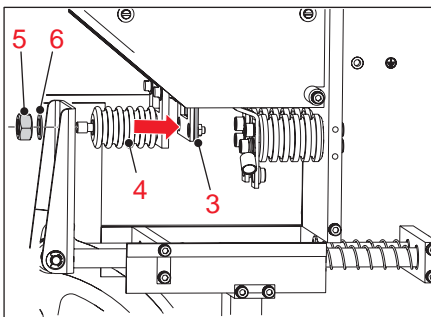
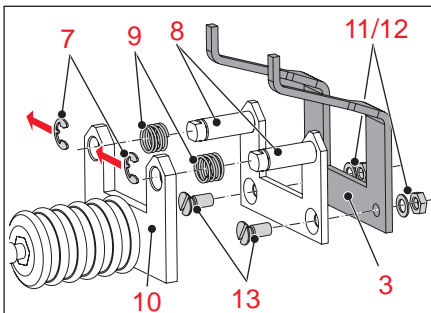

Bild 16
Bild 17
Für eine bessere Zugänglichkeit wird die Hauptkontaktbrücke (3) zusammen mit dem Isolator (4) als komplette Einheit ausgebaut, siehe **Bild 16**.
4. Mutter M8 (5) am Querträger-Antrieb lösen und zusammen mit Sicherungsscheibe (6) abnehmen.
6. Die Sicherungsringe (7) seitlich von den Kontaktwellen (8) abziehen, siehe **Bild 17**.
7. Kontaktwellen (8) mit Druckfedern (9) und Zwischenblech aus Lagerträger (10) herausziehen. Druckfedern (9) von Kontaktwellen (8) abnehmen.
8. Die 2 Muttern M5 (11) lösen und zusammen mit Sicherungsscheiben (12) abnehmen.
9. Die 2 Senkkopfschrauben M5 (13) vom Zwischenblech abnehmen und Hauptkontaktbrücke (3) entfernen.
10. Neue Hauptkontaktbrücke (3) mit den 2 Senkkopfschrauben (13), Sicherungsscheiben (12) und Muttern M5 (11) an das Zwischenblech anschrauben.
11. Neue Druckfedern (9) auf Kontaktwellen (8) aufschieben.
12. Kontaktwellen (8) mit Druckfedern (9) und Zwischenblech in Lagerträger (10) einsetzen.
13. Die Sicherungsringe (7) seitlich auf die Kontaktwellen (8) aufschieben.
14. Komplette Einheit auf Querträger-Antrieb aufsetzen und mit Mutter M8 (5) festschrauben, siehe **Bild 16**.
15. Abschließend auf Mutter M8 (5) und auf das Gewinde des Bolzens Plombenlack auftragen.